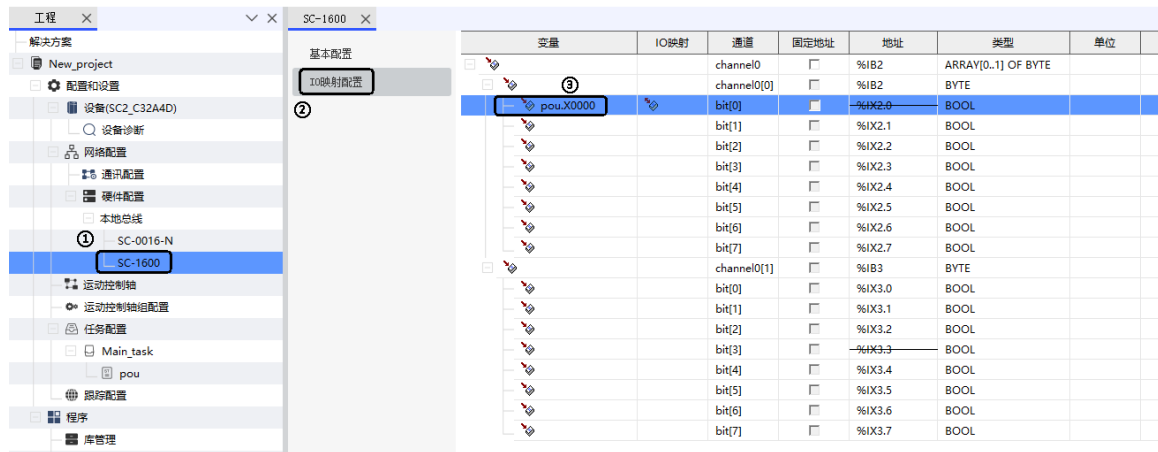

图 6.9 输入变量与输入口关联映射
③ 鼠标左键双击“SC-1600”，选择“I/O 映射配置”，SC-1600 输入模块端口关联映射，如图 6.9 所示。